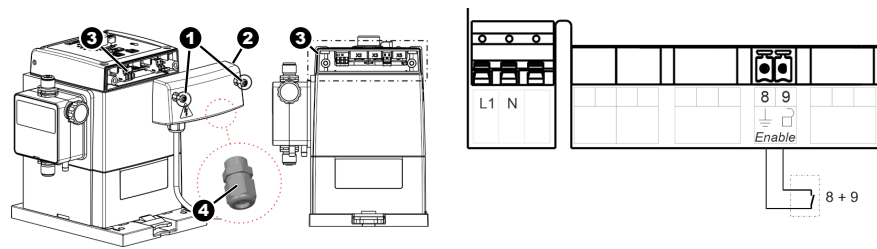

Abb. 8: Elektrische Installation „EcoPro“
1. ➔ Beide Gehäuseschrauben (Abb. 8, 1) lösen.
2. ➔ Klemmraumdeckel (2) abnehmen.
3. ➔ Für den Anschluss des Freigabeeingangs, Kabelverschraubung (4) aus dem Beipack der Pumpe montieren.